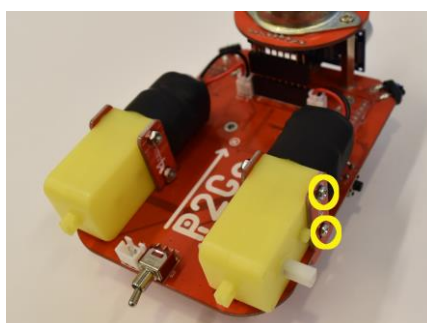

図 11：
3.2.2.とは反対面にモータをモータマウンタ (T 字), 25mm ネジ, ナットを使って固定する. モータマウンタのうち, 内側は基板の裏側から通す. モータは軸が外側に向く方向に取り付ける (図 11)。